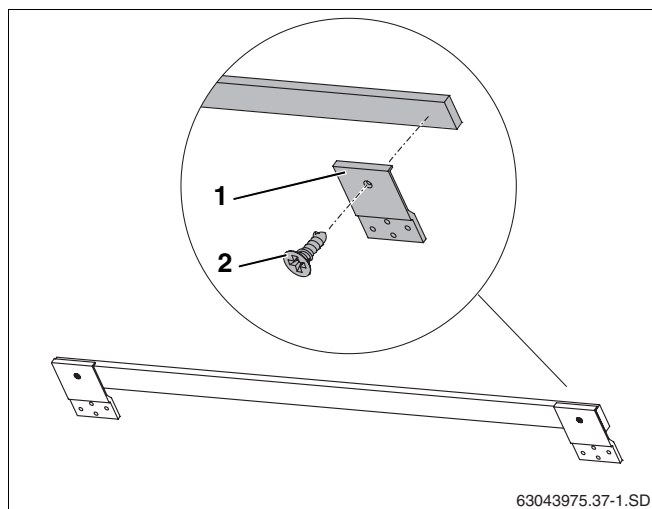

Fig. 10 Premontaggio delle sicurezze antiscivolamento alle assi di legno
Per il montaggio orizzontale è necessario fissare 3 sicurezze anti scivolamento (fig. 10, **pos. 1**) ad un'asse di legno (2 esterne, 1 centrale).
- Fissare alle estremità dell'asse di legno, due sicurezze anti scivolamento (fig. 10, **pos. 1**) servendosi di viti 4x10 (fig. 10, **pos. 2**).